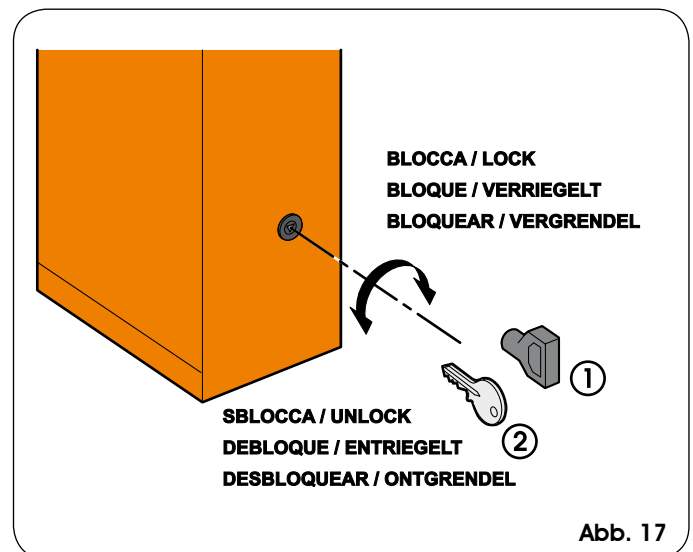

Abb. 17
Der mitgelieferte Entriegelungsschlüssel kann dreieckig (Abb. 17 Bez. ①) oder individuell gestaltet (Abb. 27 Bez. ② – optional) sein.
- Den Entriegelungsschlüssel in das Schloss einführen und gegen den **Uhrzeigersinn einmal** komplett drehen (siehe Abb. 17).
- Den Schlüssel bis zum Anschlag im **Uhrzeigersinn** drehen und abziehen (Abb. 17 Bez. ①).
- Den Schlüssel im **Uhrzeigersinn** so weit drehen, bis er abgezogen werden kann (Abb. 17 Bez. ②).